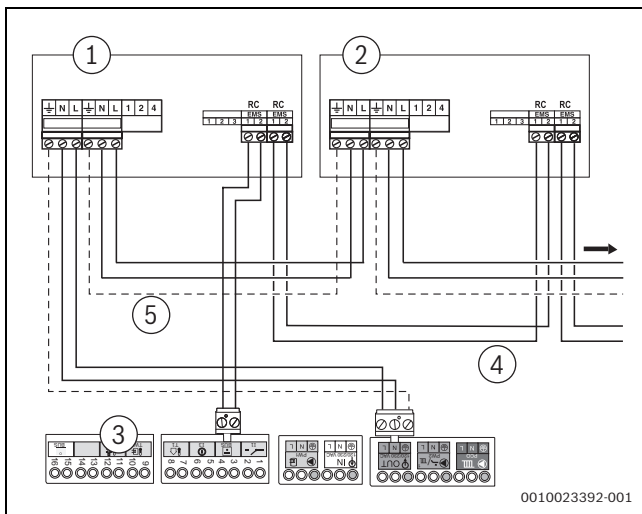

Bild 52 Anschluss mehrerer Funktionsmodule
- ▶ EMS-Busanschluss des ersten Moduls für das zweite Modul verwenden. Hierzu das mit dem Modul mitgelieferte Kabel verwenden (→ Bild 52, [4], Seite 32).